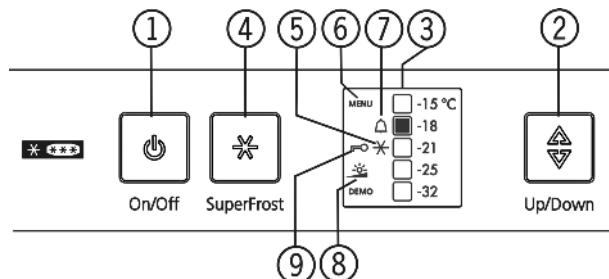

Fig. 3
- Нажать кнопку On/Off Fig. 3 (1).
- Устройство включено. Индикатор температуры и символ "Alarm" Fig. 3 (7) мигают, пока температура не станет достаточно низкой.